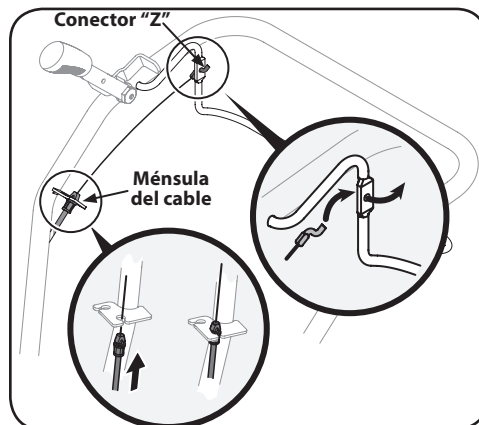

Figura 2-6
- Tire el cable del embrague hacia adelante con el extremo negro montaje a través del orificio inferior del soporte del cable y empuje el conector del cable por el agujero hasta que la ranura en el conector encaje en su sitio. Vea la Figura 2-6.
- Coloque el conector Z dentro del orificio en el enganche del embrague de marcha directa desde la parte exterior del enganche hacia el interior. Vea la Figura 2-6.